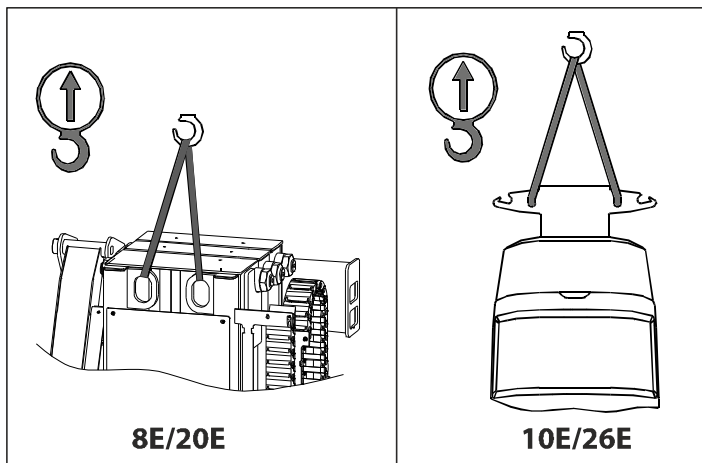

Рис. 3-22. Подъем машины
- Зачалите стропы/цепи за ОБЕ подъемные скобы, как показано в Рис. 3-22.